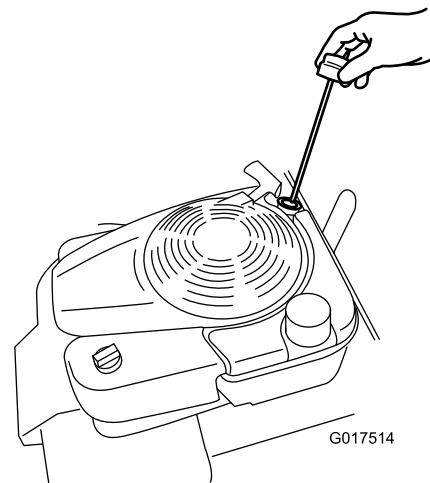

Figura 14
2. Retire la varilla (Figura 14).